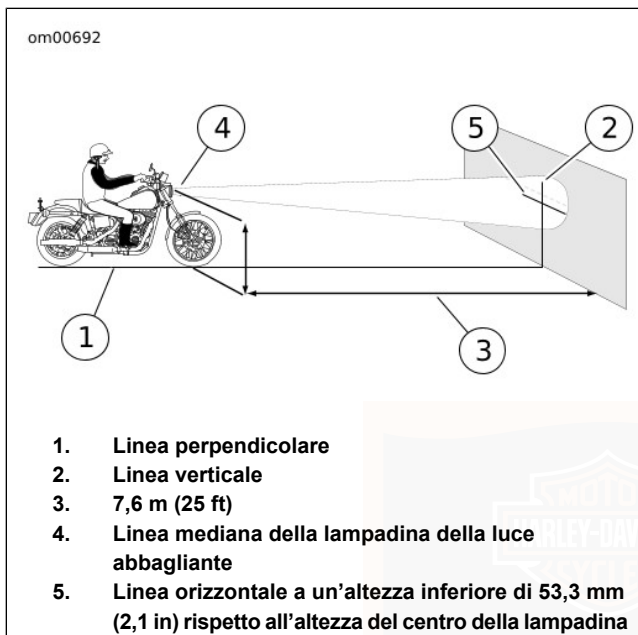

Figura 47. Controllo dell'allineamento del faro anteriore
4. Vedere Figura 47. Parcheggiare la motocicletta su una linea (1) perpendicolare alla parete.
6. Tracciare una linea verticale (2) sulla parete.
7. Con la motocicletta carica, puntare la ruota anteriore dritta in avanti verso la parete. Misurare la distanza (4) dal pavimento al centro della lampadina della luce abbagliante.
8. Tracciare una linea orizzontale (5) attraverso la linea verticale sulla parete. Posizionare la linea ad un'altezza inferiore di 53,3 mm (2.1 in) rispetto al centro della lampadina.
Vedere Figura 47. Il faro anteriore è allineato quando la posizione del centro del fascio di luce è come illustrato.
2. Regolare il fascio di luce fino a quando si raggiunge la centratura, come mostrato in Figura 47.